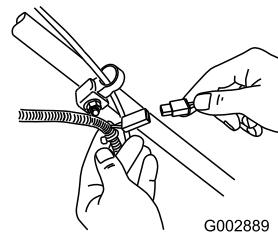

Figura 28
- Collegate il caricabatterie al cablaggio preassemblato del tosaerba, sotto la chiave di accensione (Figura 28).